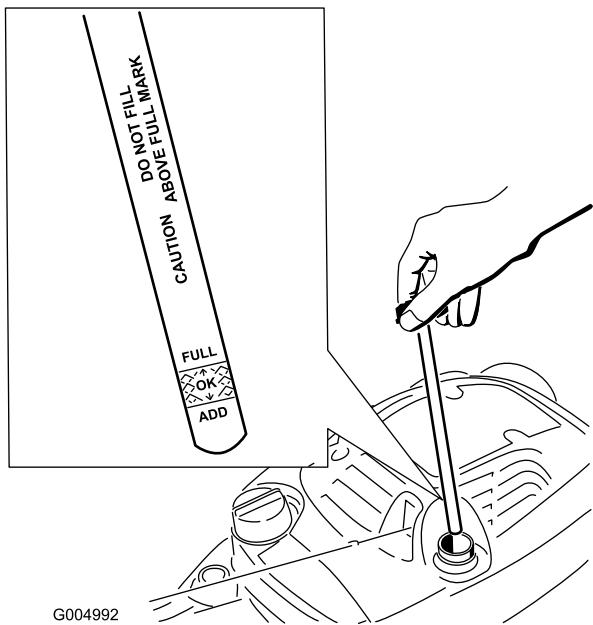

Figura 5
1. Retire la varilla (Figura 5).
2. Vierta **lentamente** aceite en el tubo de llenado hasta que el nivel llegue a la marca **Full** de la varilla (Figura 5). **No llene demasiado.** (Capacidad máxima: 0,6 l (20 onzas), tipo: SAE 30W, aceite detergente con clasificación de servicio API SF, SG, SH, SJ, SL o superior.)